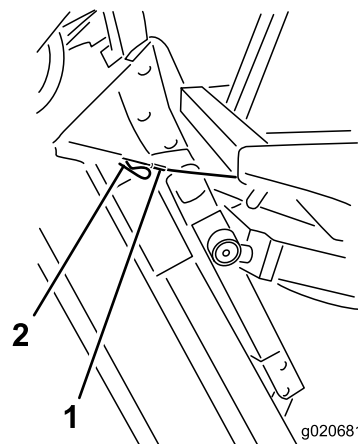

Figura 86
6. Sujetando la unidad de corte en posición vertical, coloque el extremo del cable sobre el pasador del brazo de elevación de la unidad de corte y fíjelo con el pasador de horquilla (Figura 86).